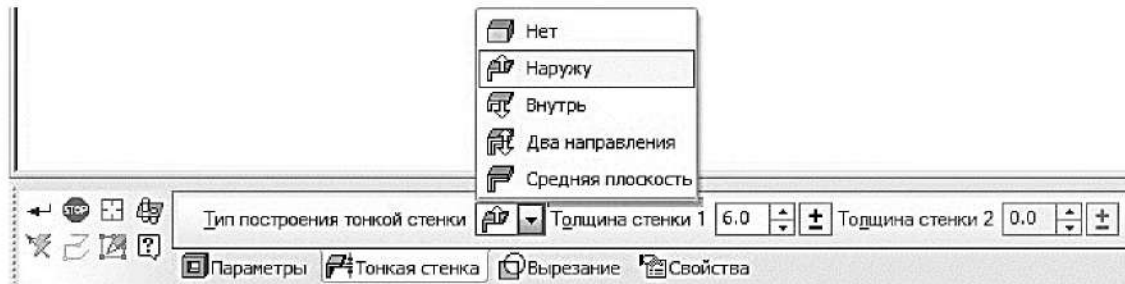

Рисунок 1.30. Панель свойств операции **Вырезать выдавливанием**
- на вкладке свойств тонкой стенки раскройте список **Тип построения тонкой стенки** и выберите параметр **Наружу** (рисунок 1.30);